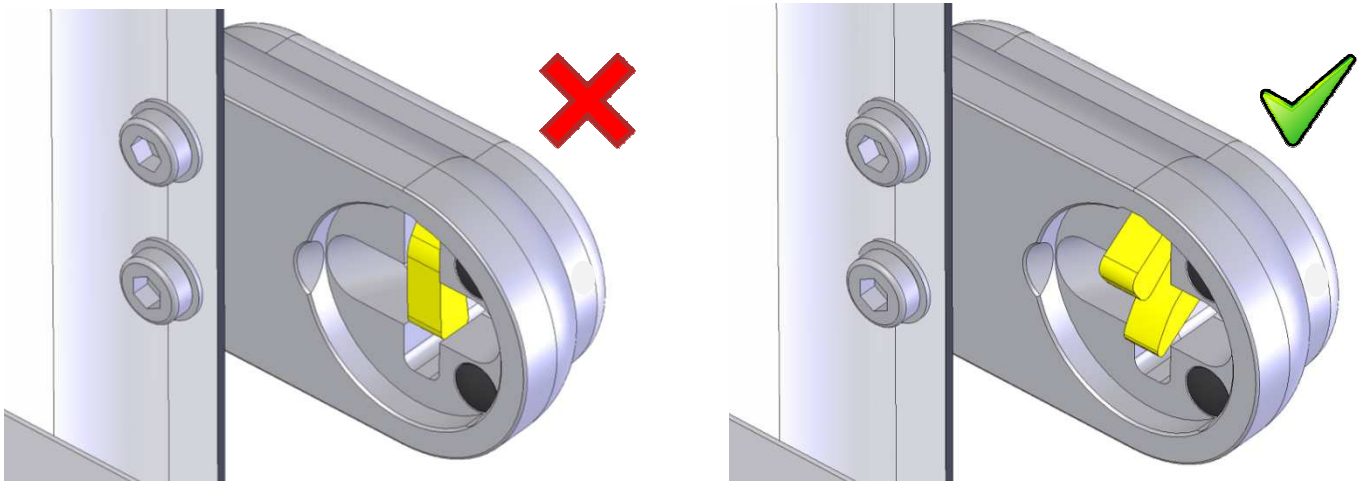

Fig.19
**Verificar que la leva este abierta antes de cerrar la puerta (la leva chocaría violentamente contra el gancho) (fig.19).**